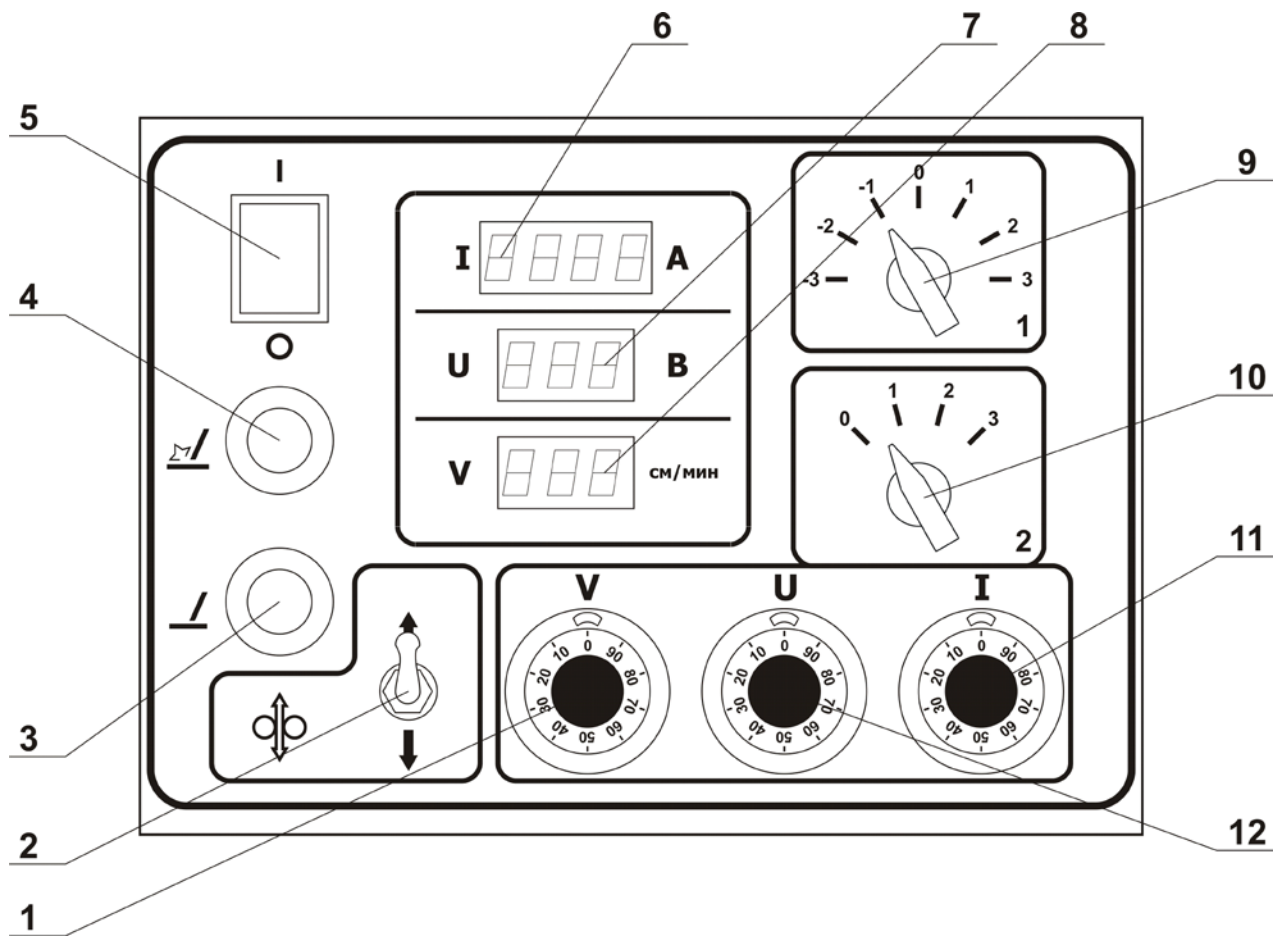
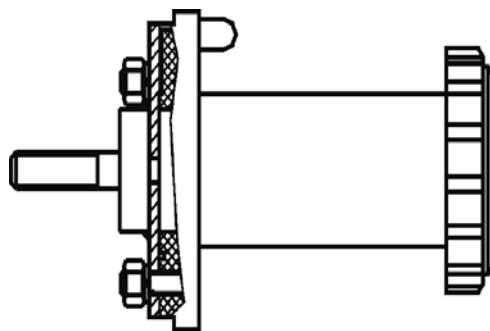
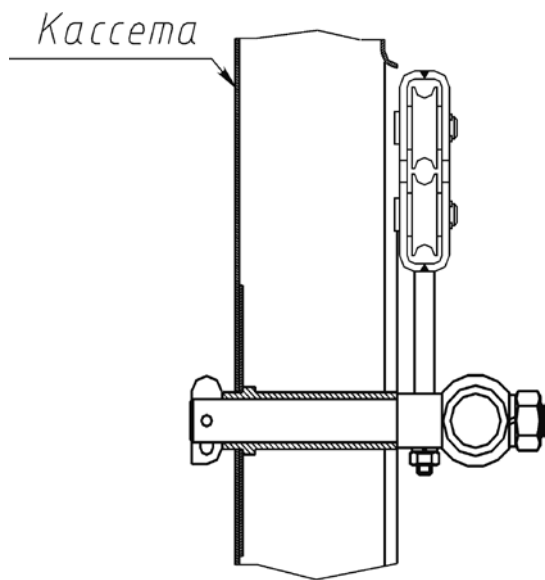

Рис. 4
Рис.5
Рис.6
4.6.1. После включения автоматического выключателя на выпрямителе к блоку управления по кабелю управления подается напряжение питания 42 В, 50 Гц. Если переключатель «5» (См. рисунок 4) находится в положении «Включено», то на индикаторах сварочного тока, напряжения и скорости сварки загораются значения «000», если переключатель «10» находится в положении «0» (см. рис.5).
4.6.6. Для остановки сварки необходимо нажать кнопку «Стоп» (поз. 4 на рис.4). После этого остановится тележка, прекратится подача электродной проволоки, а по истечению времени растяжки дуги отключится выпрямитель.
7.2.1. В зависимости от типа свариваемого шва установите контактное устройство для сварки стыковых швов или удлиненное контактное устройство для сварки угловых швов с флюсовым подводом (См. рисунок 4а).
7.2.3. Установите стойку с тормозным устройством для крепления кассеты с проволокой (См. рисунок 5) или стойку для крепления кассеты без тормозного устройства (См. рисунок 6). Установите угол наклона кассеты с проволокой.
Рис.4а